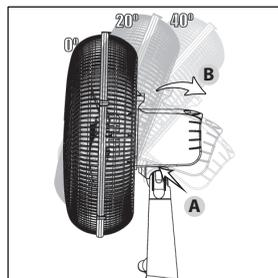

Figura 15
Para regular a inclinação do seu ventilador, pressione a trava lateral com o polegar, mantendo-a pressionada (A). Ajuste a inclinação da unidade motora para a posição desejada (B) e então solte as trava (Figura 15)